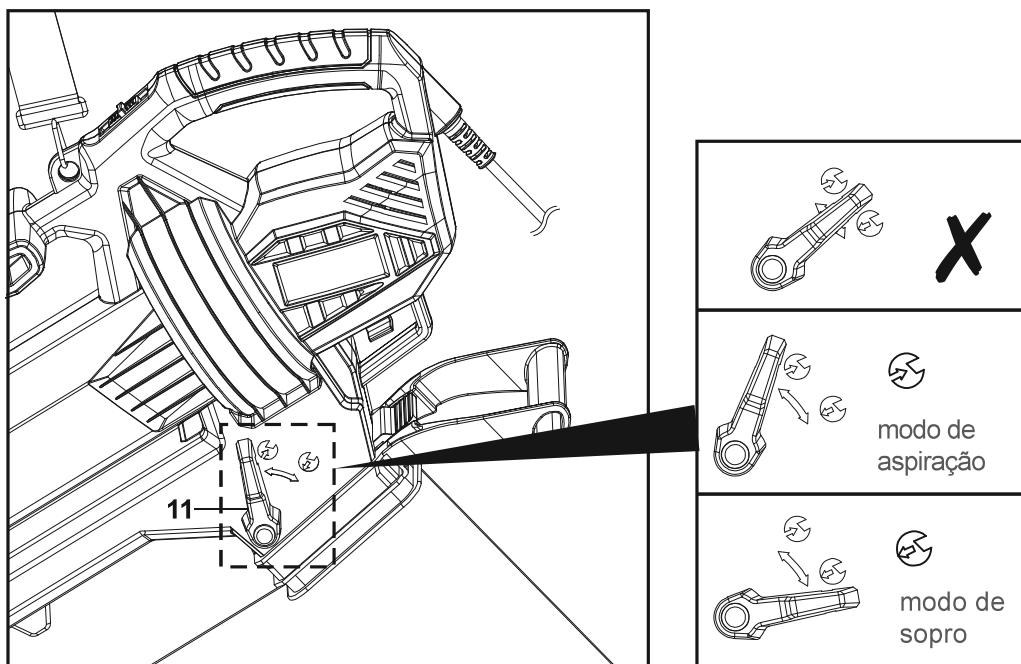

Fig. 8
Selecione o modo de funcionamento movendo o seletor de modo (11) para o respetivo símbolo (Fig. 8).
1. Mova o seletor de modo (11) para a posição  para utilizar o produto como soprador.
2. Mova o seletor de modo (11) para a posição  para utilizar o produto como aspirador.
3. Certifique-se sempre de que o seletor de modo (11) está bloqueado na devida posição. Não utilize o produto com o seletor de modo (11) colocado numa posição intermédia. Ouve-se um clique quando a alavanca estiver corretamente posicionada.